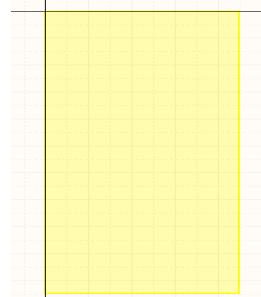

图 6-6.15 绘制好的矩形外框
**Step5:** 绘制外框，执行菜单命令【Place】/【Rectangle】，将光标移动到 (0,0) 点，单击左键确定左上角点，拖动光标至 (90, -210) 单击鼠标确定右下角点。如图 6-6.15 所示。